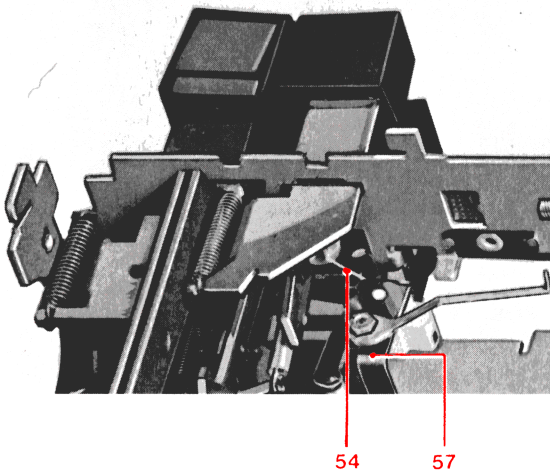

Abb. 8 Andruckrollenhebel ausbauen
- Feder **54** auf die Seite drücken damit der Kopfhalter **57** nach Ihnen geschwenkt werden kann (Abb. 8 u. 9).